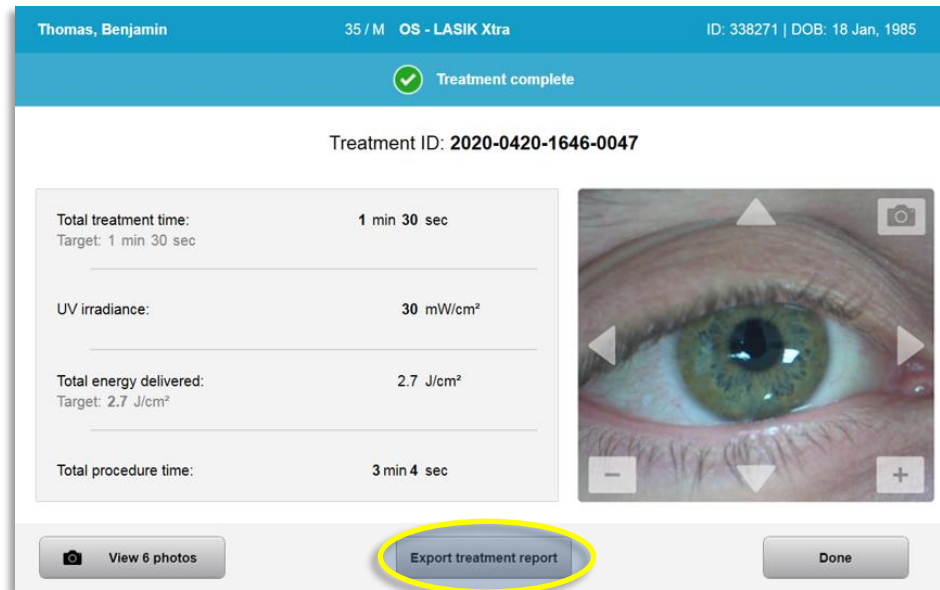

Abbildung 3-39. Behandlungsbericht exportieren
- Wählen Sie „Behandlungsbericht exportieren“ (Export treatment report), um den Bericht auf einem USB-Laufwerk zu speichern (Abbildung 3-39).